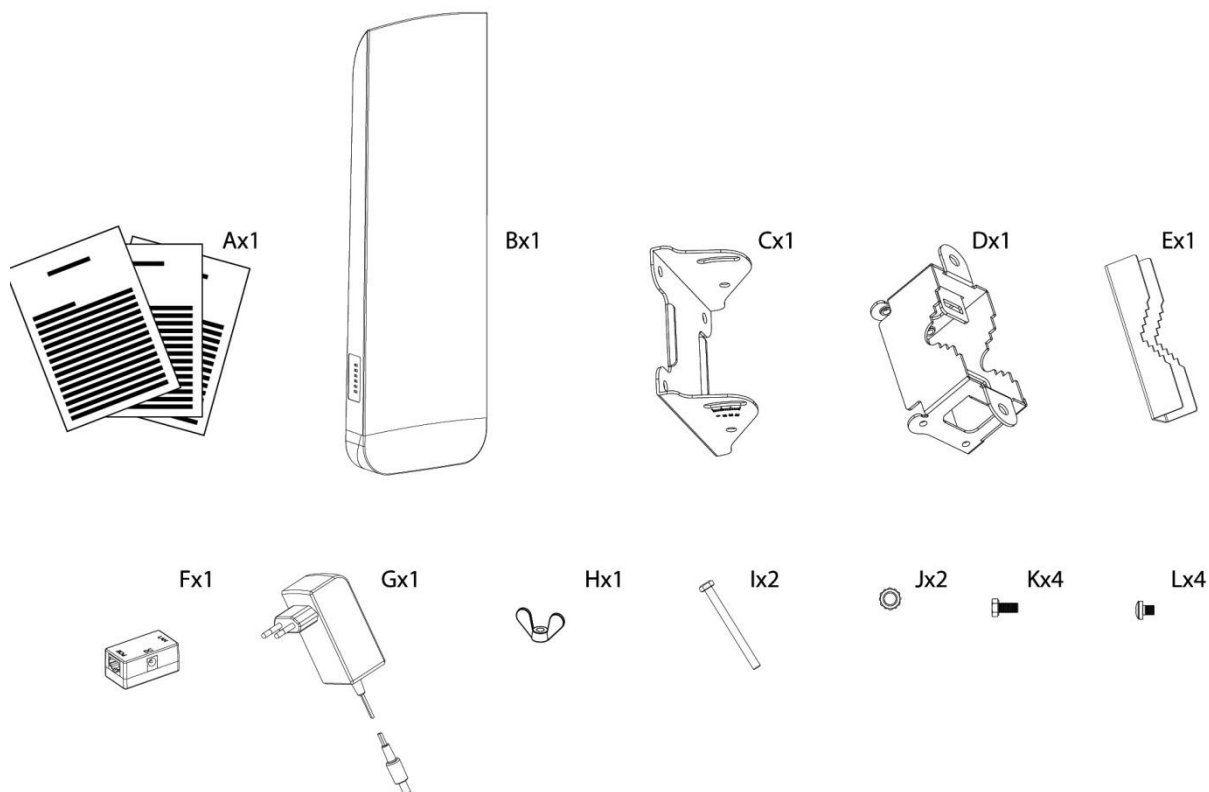

Figura 1 – Contenido del kit del APC 5M-90 V2
- Paso 4.** Fije el soporte al radio: fijar la parte 1 del soporte con los cuatro tornillos hexagonales M4x5 (items C y L de la *Figura 1 – Contenido del kit del APC 5M-90 V2*), después fijar la parte 2 del soporte con los cuatro tornillos hexagonales M5x10 (items D y K de la *Figura 1 – Contenido del kit del APC 5M-90 V2*).
Para fijar en mástil una la parte 3 del soporte (item E de la *Figura 1 – Contenido del kit del APC 5M-90 V2*) con las partes 1 y 2 previamente armadas con los tornillos y tuercas M6 (items I y J de la *Figura 1 – Contenido del kit del APC 5M-90 V2*):
- Paso 6.** Aterrice el APC 5M-90 V2. El equipo debe estar correctamente aterrizado para protegerse contra descargas. La tierra debe estar conectada al punto de aterrizaje y fija a través de la tuerca (item H en la *Figura 1 – Contenido del kit del APC 5M-90 V2*):
- Paso 7.** Conecte la fuente de alimentación con el inyector PoE (ítems F y G de la *Figura 1 – Contenido del kit del APC 5M-90 V2*) con el cable STP como se muestra a continuación: